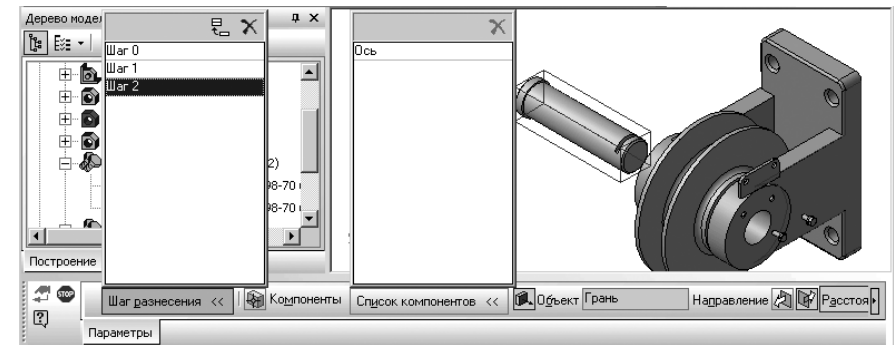

Рис. 6.96. Фрагмент главного окна системы с разнесенными компонентами в масштабе 0.15
- щелкните на **Специальной панели управления** по кнопке – **Применить**. Подсборка **Ролик\_втулка** будет разнесена (перемещена) на 280 мм от внутренней плоскости основания вилки. Возможное представление разнесенных компонентов сборки показано на рис. 6.96.